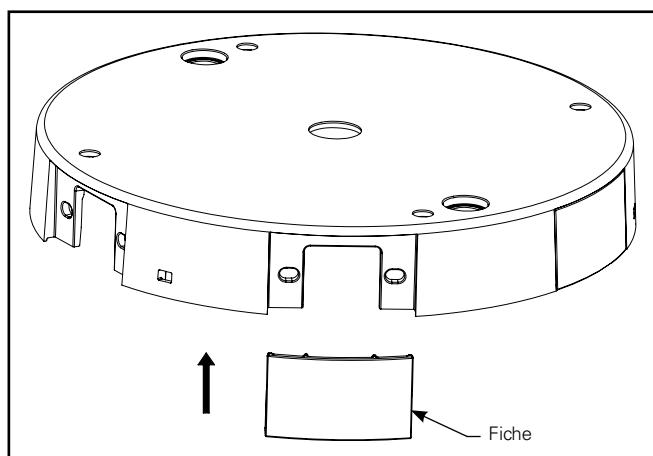

Figure 2.1.
- Insérez les fiches dans les ouvertures non utilisées du couvercle supérieur du concentrateur en fonction de la forme ou du motif que vous essayez d'obtenir (figure 2.1).